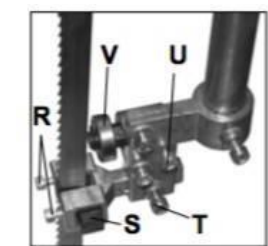

Figure 11
Pour régler la lame de scie de sorte qu'elle s'aligne correctement dans le canal de coupe, desserrez d'abord les deux vis à tête creuse (R). Desserrer ces vis permet aux deux petits guides (S) de se rapprocher ou de s'éloigner de la lame, en la centrant dans le canal. Si vous desserrez la vis à tête creuse (T) du guide-lame, celle-ci sera déplacée plus près ou plus loin de la lame. Enfin, desserrez la vis à tête creuse (U) pour déplacer le roulement (V) plus près ou plus loin de la lame. Pour de meilleurs résultats, le roulement doit être à 1/32 po de la lame. (Figure 11)